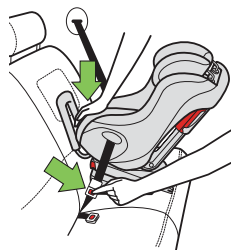

Figure 69
- Pressez au centre du siège d'auto pour réduire la tension sur la ceinture du véhicule aidera à débloquer la ceinture du véhicule, tel qu'illustré dans la **Figure 69**.